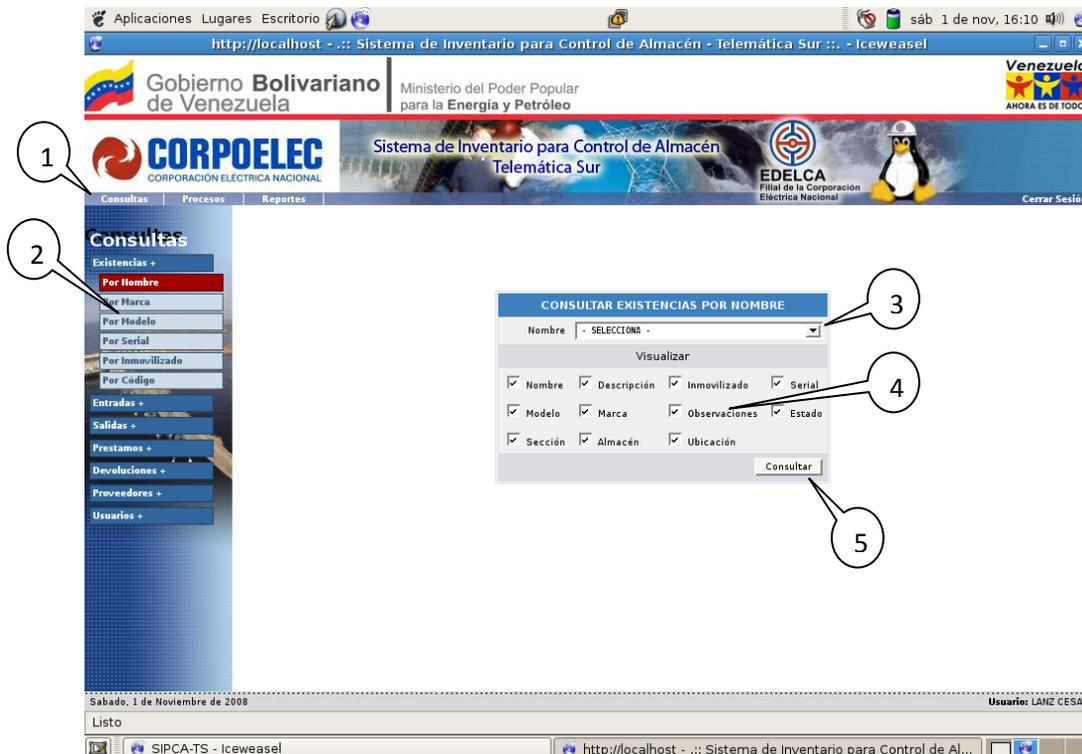

Figura 4.1. Consulta de Existencias.
atributos de las existencias a visualizar (4) como: nombre, descripción, inmovilizado, serial, modelo, marca, observaciones, estado, sección a la que pertenece, almacén y ubicación dentro del almacén (todos estos atributos están seleccionados por defecto), por ultimo presionamos el botón consultar (5). Ver figura 4.1.